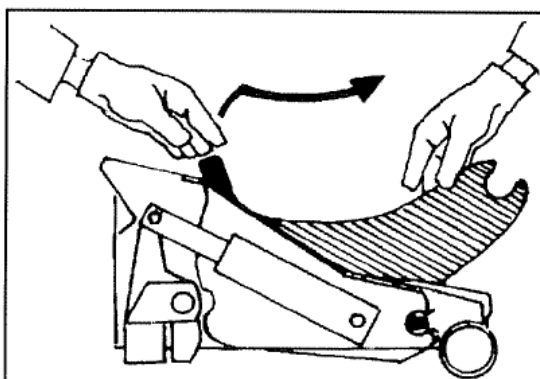

Рис. 41.
4. Опустить рычаг (1) блокировки ножей, который находится с левой стороны режущего механизма (рис. 41).